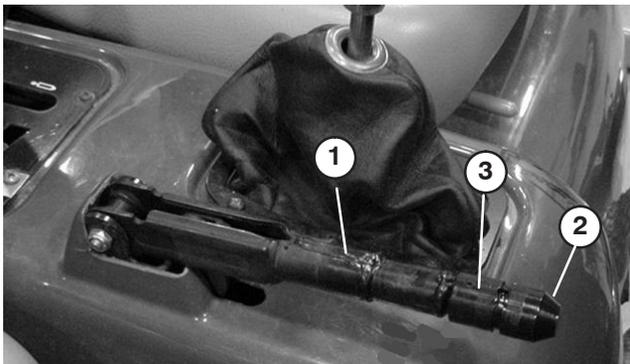

Bild 64
2. Lösen Sie die Stellschraube, mit der das Handrad am Feststellbremshebel befestigt ist (Bild 64).